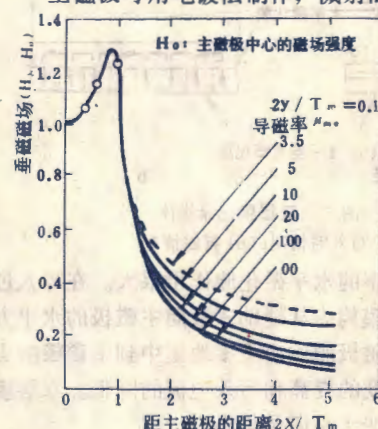

图 4 垂直型磁头的垂直磁场的分布 (y = 0.06 T\_m 处, T\_m 为主磁极厚度)
发射器速度高于1公里/秒的同轴加速器,需采用分立式线圈,当发射物的桶形线圈达到指定位置时,利用一个开关系统来接通和断开线圈的电流,如图4所示。
场就越强，磁场分布也越陡，如图 4 所示。垂直磁头的垂直磁场的分布类似于环形头的水平磁场的分布，垂直磁场的膜厚
(1) 混合电路 混合电路如图4所示。集成电路M51144L引出脚①与②为信号输入端,立体声收录机左右两路放音信号分别输入①脚与②脚,经 $Q_1$ 、 $Q_2$ 放大,在两管集电极相加混合后,从③脚输出。由于 $Q_1$ 、 $Q_2$ 射极电阻较大,混合电路的电压增益为0dB。混合电路①、②脚输入阻抗分别为150K $\Omega$ ,防止左右声道信号产生相互干扰,而使立体声分离度变坏。